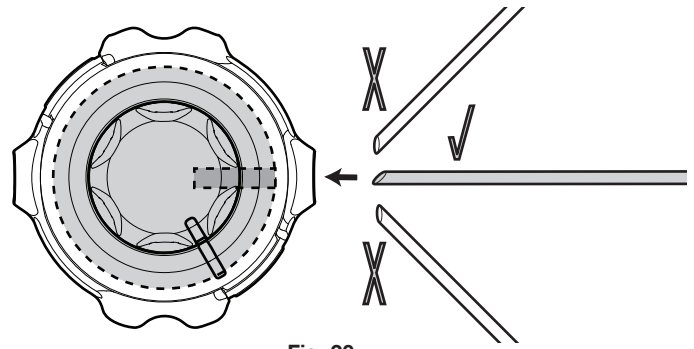

Fig. 20
- Empuje la línea directamente hacia adentro (Fig. 20). **NO** inserte la línea en un ángulo; el hacerlo hará que la línea ingrese en el canal incorrecto y evitará que se sujete correctamente.